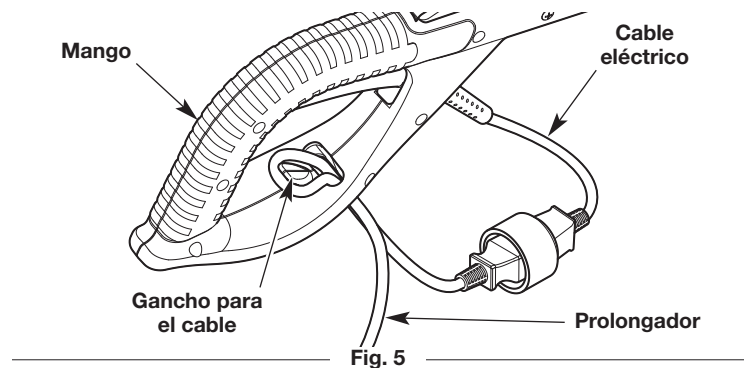

Fig. 5
2. Haga un lazo estrecho en el prolongador (Fig. 5).
3. Oprima el lazo a través del orificio de la manija (Fig. 5).
4. Ubique el bucle sobre el gancho para el cable (Fig. 5). Tire suavemente del bucle para sujetar el cable en su lugar.
3. Extraiga el lazo de cable del gancho para cable y el orificio de la manija (Fig. 5).